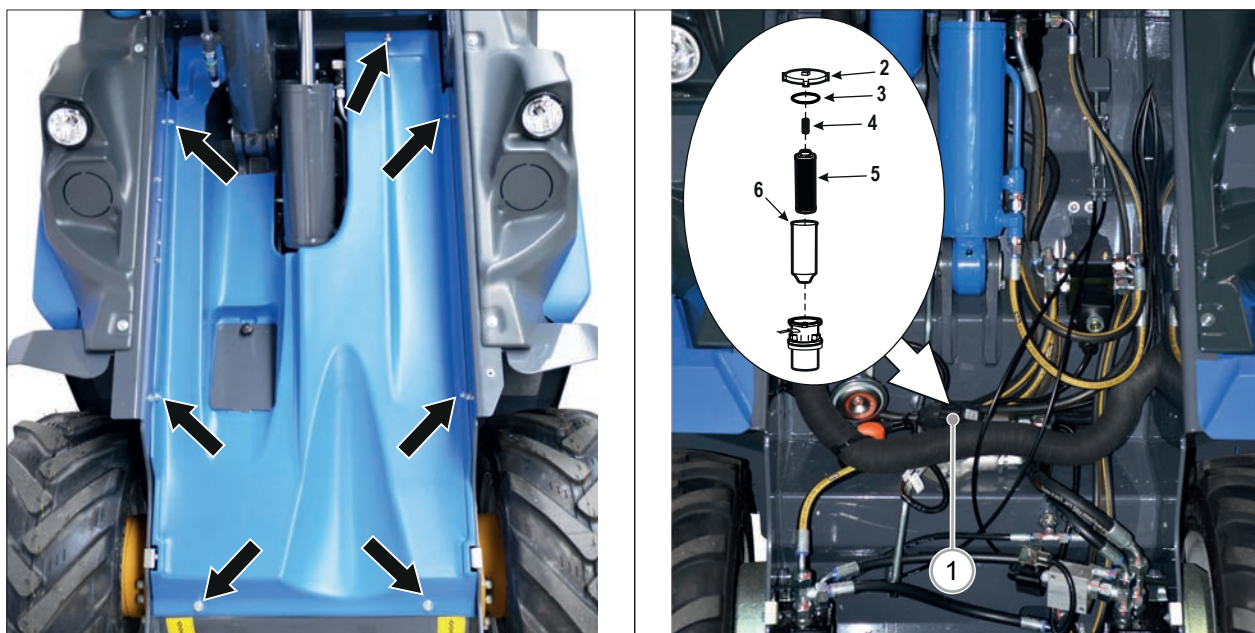

РИС. 50
- 3) Снимите переднюю панель, ослабив винты крепления к раме (см. РИС. 50).
- 4) Снимите крышку фильтра, повернув ее. Может потребоваться использовать гаечный ключ (РИС. 50 – Сс. 1).
- 5) Снимите пружину (РИС. 50 - Сс. 4) и фильтрующий элемент (РИС. 50 – Сс. 5) с пластиковой втулки (РИС. 50 – Сс. 6).
- 7) Установите пружину на место и осмотрите уплотнительное кольцо крышки фильтра на предмет признаков износа или повреждения. Уплотнительное кольцо расположено в верхней части корпуса фильтра (РИС. 50 – Сс. 3). Замените уплотнительное кольцо в случае износа или повреждения.
- 8) Установите на место крышку фильтра (РИС. 50 – Сс. 2) и закрепите ее.